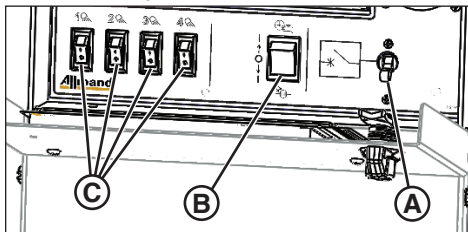

Figure 13
2. Activer le disjoncteur principal (position ACTIVÉE) (**A**, Figure 13).
4. Mettre l'interrupteur de la tour / lumière (**B**, Figure 13) à la position LUMIÈRE.
5. Mettre les commutateurs d'éclairage individuels (**C**, Figure 13) (1 à 4), à ACTIVÉ (si réglé à DÉSACTIVÉ).
1. Mettre le commutateur de la cellule photo-électrique ou de la minuterie (**B**, Figure 13) à la position MINUTERIE.
Mettre le commutateur de la cellule photo-électrique ou de la minuterie (**B**, Figure 13) à la position CELLULE PHOTO-ÉLECTRIQUE. Les lumières s'allumeront automatiquement en l'absence de lumière ambiante.
Mettre le commutateur de la cellule photo-électrique ou de la minuterie (**B**, Figure 13) à la position MINUTERIE.